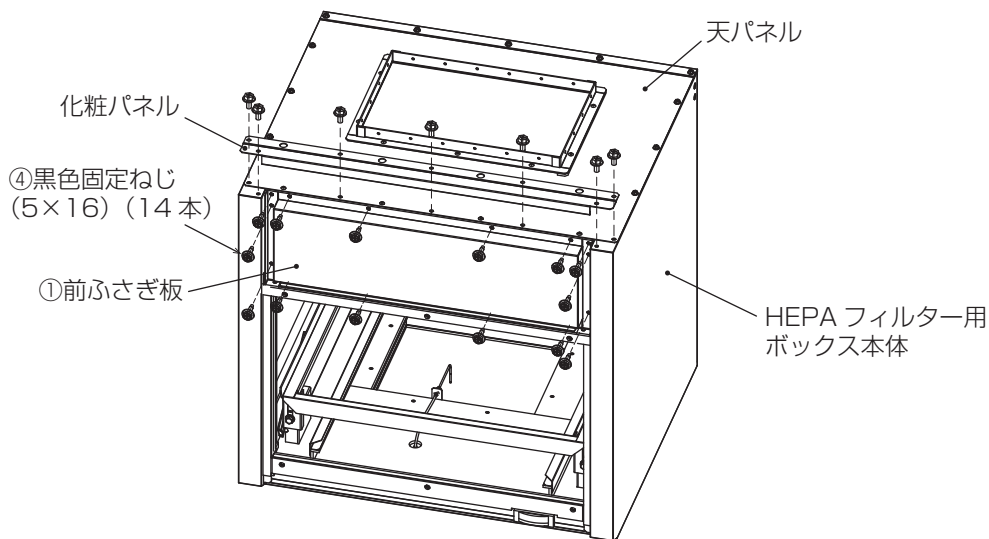

図 4
3. ②アタッチメントと③天ダクトフランジを取付けた天パネルを HEPA フィルター用ボックス本体の元の位置に戻し、取外したねじ (5 × 10 ねじ 11 本) で固定する。・・・ 図 4
4. ①前ふさぎ板をボックス本体のルーバー組立があった位置に④黒色固定ねじ (14 本) で固定する。・・・ 図 4
5. HEPA フィルター用ボックス本体から取外した化粧パネルを元通り取付ける。(5 × 10 ねじ 7 本) ・・・ 図 4